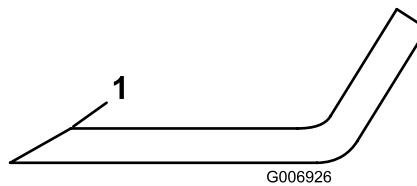

Figure 64
3. Examinez les tranchants de toutes les lames. Affûtez-les si elles sont émoussées ou ébréchées. N'affûtez que le haut du tranchant et conservez l'angle de coupe d'origine pour obtenir une coupe nette (Figure 64). Limez la même quantité de métal sur chacun des deux tranchants pour ne pas déséquilibrer la lame.